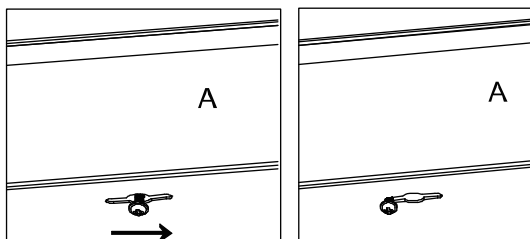

Figure 11
4. Dissimuler les câbles avec les capuchons de connexion dans la boîte de jonction. Insérer les têtes des quatre vis à bois dans les fentes en trous de serrures et glisser le boîtier du luminaire (A) dans la direction afin que les têtes des vis à bois s'appuient dans la partie étroite de la fente en trou de serrure. S'assurer que le luminaire soit bien supporté et rattacher les quatre vis à bois jusqu'à ce que le luminaire soit fixé sur la surface de montage (Figure 11).